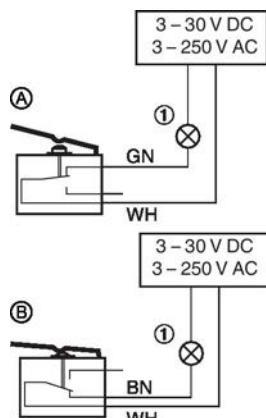

Fig. 17: Ejemplo de conexión para el interruptor de final de carrera
- ① Indicador luminoso o relé, a suministrar por el cliente
- Los finales de carrera se conectan siguiendo el esquema de conexión Fig. 17